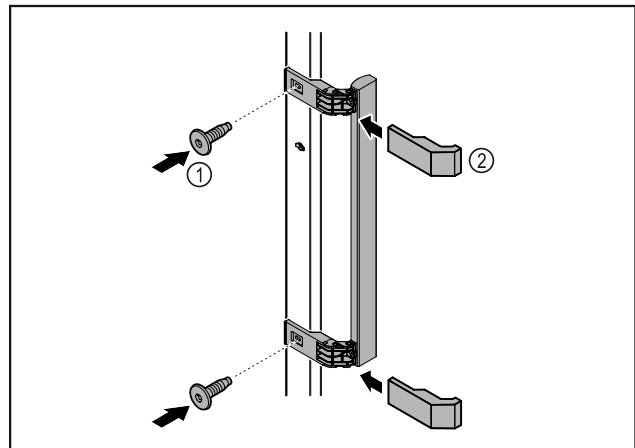

Fig. 49
- Griff aus dem Beipack mit den beiliegenden Schrauben Fig. 49 (1) an der Tür anbringen.
- Abdeckung Fig. 49 (2) aufsetzen.